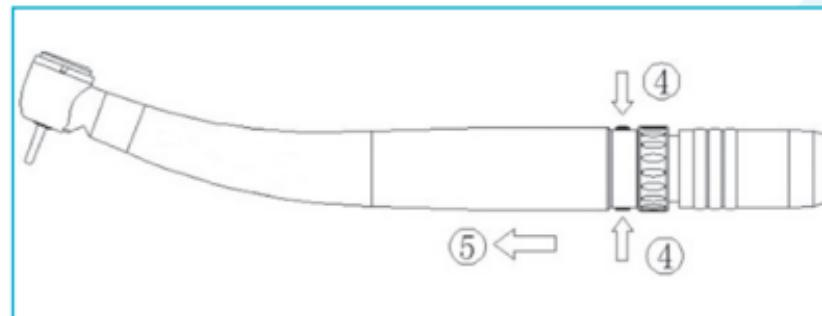

Fig. 6-12
- Tenere saldamente l'attacco LED, far scorrere l'anello di bloccaggio (Fig. 6-12④).
- Togliere il dispositivo medico (Fig. 6-12⑤).